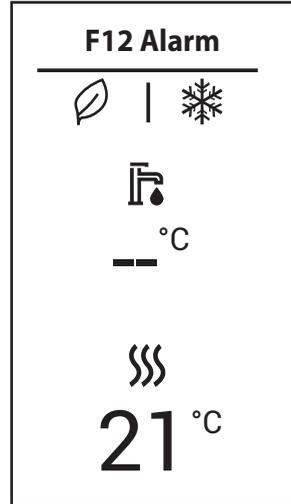

fig. 6
**Anomalie de tip mesaj (fig. 6):** Anomalia nu compromise funcționarea centralei. Mesajul dispare atunci când problema este rezolvată.